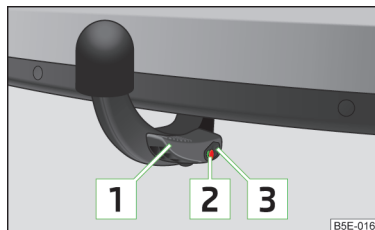

Fig. 158
Barra de cabeza esférica fijada correctamente » fig. 158
- ✓ La palanca de operación **[1]** está totalmente levantada » fig. 158.